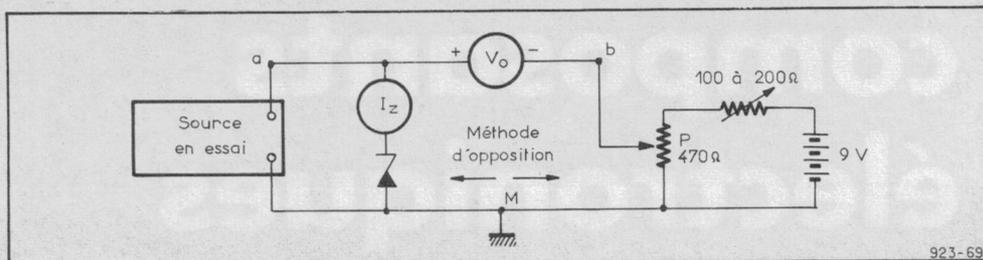

Fig. 69
a) **Méthode statique.** Dans ce cas il faut opérer rapidement pour que la température de la jonction ne varie pas trop sous l'influence du courant de mesure il est recommandé de munir la diode d'un petit refroidisseur. On fera deux mesures dans le circuit représenté **figure 69**, l'une pour $I_Z \times 0,9$ et l'autre pour $I_Z \times 1,1$; I_Z étant le courant au niveau duquel on veut connaître r_z . On laissera une ou deux minutes de repos entre les mesures pour que la température de jonction reprenne sa valeur initiale. On reconnaît,